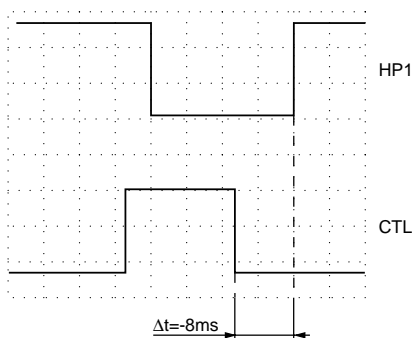

Fig. 23
- A l'aide de la touche  $\oplus$  ou  $\ominus$  régler l'intervalle de temps entre l'impulsion de commutation de têtes et le flanc ascendant de l'impulsion de synchronisation CTL à  $\Delta t = -8\text{ms}$  (Fig. 23).
- With the  $\oplus$  or  $\ominus$  button set the time interval between the head switching pulse and the rising edge of the CTL pulse to  $\Delta t = -8\text{ms}$  (Fig. 23).